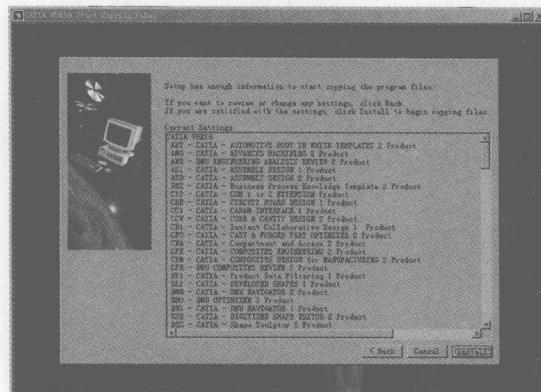

图 1-7 安装提示界面 7
- (7) 选择安装产品后单击 Next 按钮，直到出现如图 1-7 所示的安装提示框。